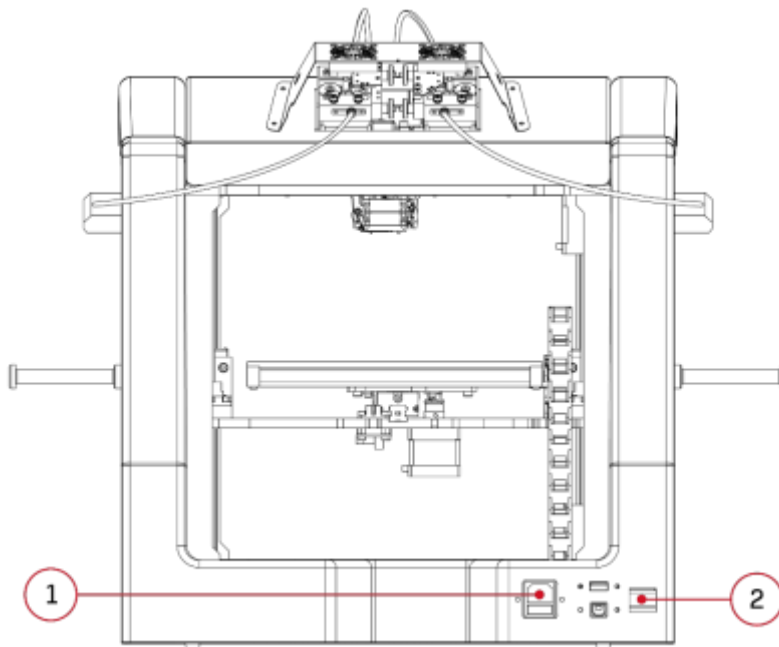

Рис. 36 Вид принтера сзади: 1. Разъем питания / 2. Выключатель принтера
3. Поместить принтер на ровную и устойчивую поверхность и подключить его к источнику питания с помощью шнура питания. Разъем питания расположен на задней стороне принтера (рис. 36).
4. Для включения принтера следует нажать кнопку ON/OFF на правой стороне задней панели (рис. 36). Загорится подсветка рабочего поля, включится дисплей принтера. Когда отобразится главное меню принтера, он будет готов к работе.